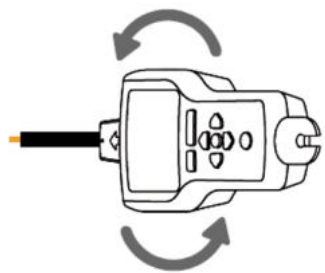

Figura 3.1i: Rodar o recetor para alinhar com o cabo
6. Para verificar a deteção do cabo, rode periodicamente o recetor em 90 graus. A intensidade do sinal será mais elevada quando o cabo estiver alinhado com a ranhura no Sensor de Ponta (Figura 3.1i).